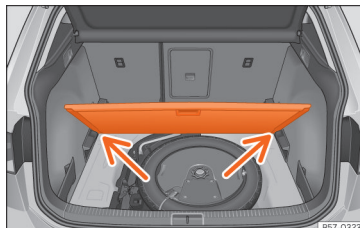

Fig. 121 Piso variável da bagageira: posição inclinada.
- Apoie o piso sobre os alojamentos previstos para o efeito »» **Fig. 121** (setas).